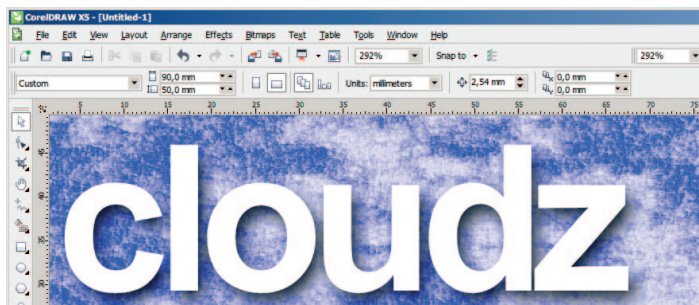

Рис. 6. Надпись с тенью в CorelDRAW.
4. Слово «cloudz» (Рис. 6.) с тенью на фоне картинке. Источник проблем — тень. Для начала выделим ее. Важно выделить не слово, а именно эффект. В панели свойств должны загореться свойства, характерные для выбранного эффекта.